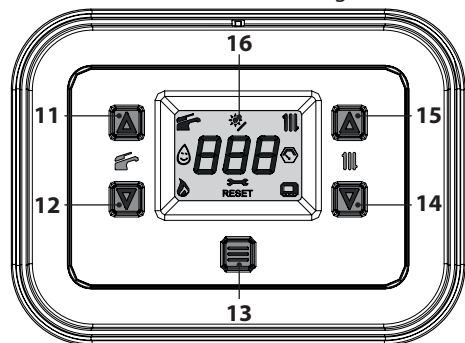
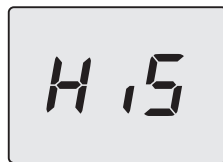

Figura 7.8
Figura 7.9
- Entrare in "modalità programmazione" premendo contemporaneamente per 5 secondi i tasti 12 e 14 (Figura 7.8) fino a far apparire sul display LCD le lettere **HiS** che indicano il menu "Storico delle caldaia" (Figura 7.9).
- Premere il tasto 13 (Figura 7.8) fino a far apparire sul display LCD le lettere **StF** (Start Full) (Figura 7.11).
- tenere premuti contemporaneamente i tasti 12 e 14 per 1 sec. (Figura 7.8) (ritorno al livello